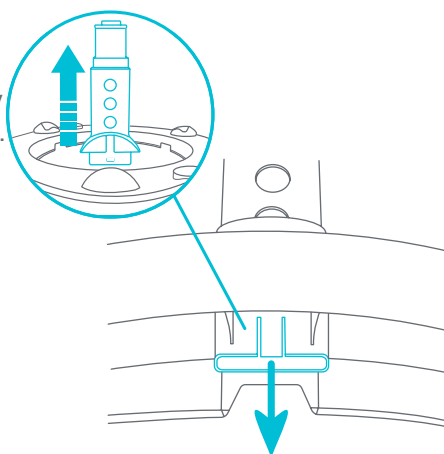

Fig. 13d
- **PATAS DE MESA:** Para retirarla, ubique la lengüeta debajo de la base. Tire de la lengüeta hacia usted y retire la pata (Fig. 13d). Repita para los otros lados.